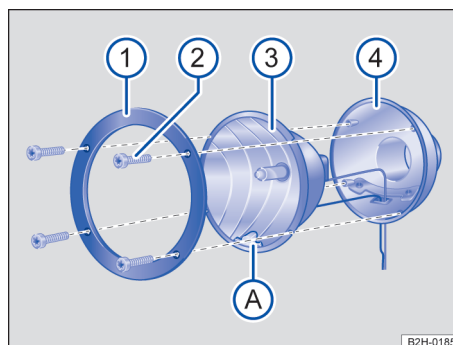

Fig. 166 Faro adicional en el techo del vehículo: desmontar el cristal.
2. Suelte los tornillos con el destornillador de las herramientas de a bordo → fig. 166 ②.
3. Retire el anillo de sujeción → fig. 166 ① del reflector → fig. 166 ③.
4. Saque el reflector → fig. 166 ③ de la carcasa del faro → fig. 166 ④.
12. Coloque el reflector → fig. 166 ③ en la carcasa del faro → fig. 166 ④. La marca → fig. 166 ⑤ deberá mirar hacia abajo → ①.
13. Coloque el anillo de sujeción en el reflector → fig. 166 ①.
14. Apriete los tornillos con el destornillador → fig. 166 ②.